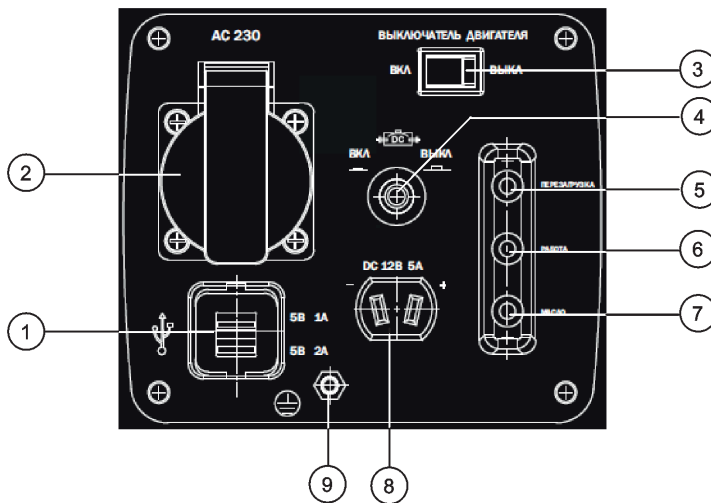

Рис. 2
4. Установите выключатель двигателя 3 (Рис. 2) в положение «Вкл»